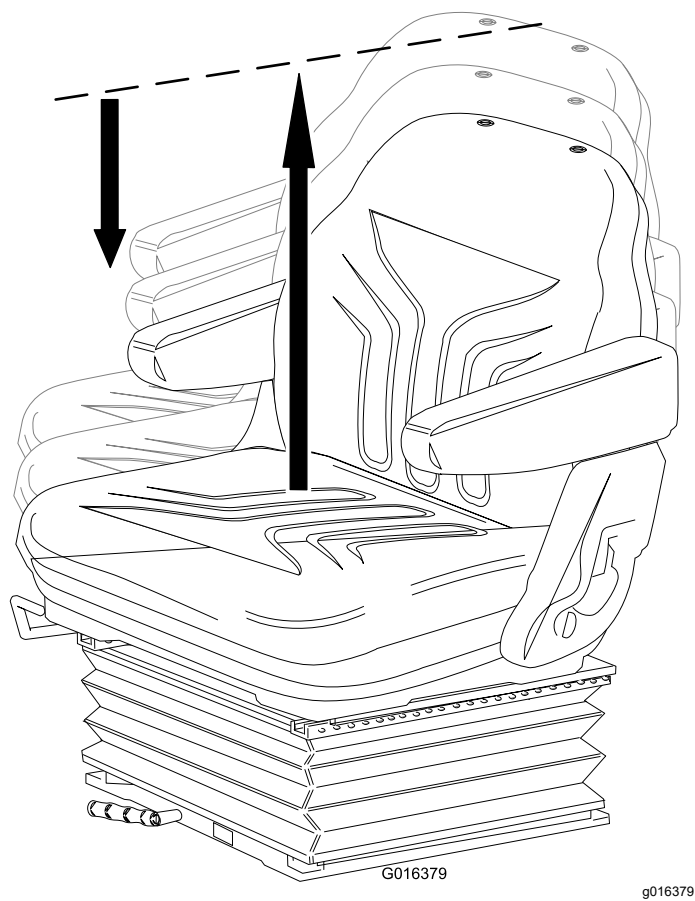

Figure 24
- Levez manuellement le siège pour le régler progressivement en hauteur (Figure 24).